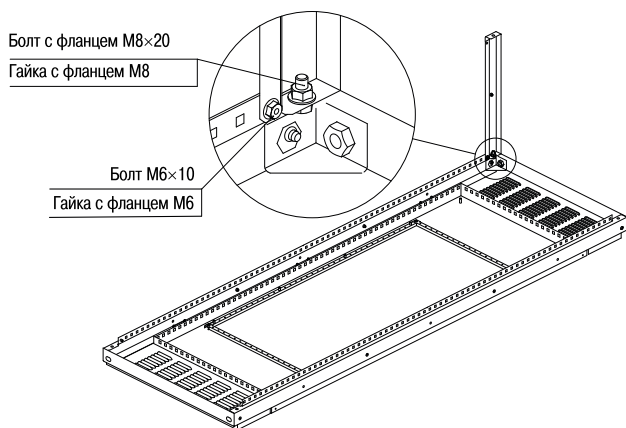

Рисунок 1
1.2 Установите стяжку на раму и закрепите её болтом M8×20 с гайкой M8 (крутящий момент 11 Н·м) по торцу стяжки, а также болтом M6×10 с гайкой M6 (крутящий момент 5 Н·м) через квадратное отверстие. Головка болта M6×10 должна быть с внешней стороны корпуса (рисунок 1).